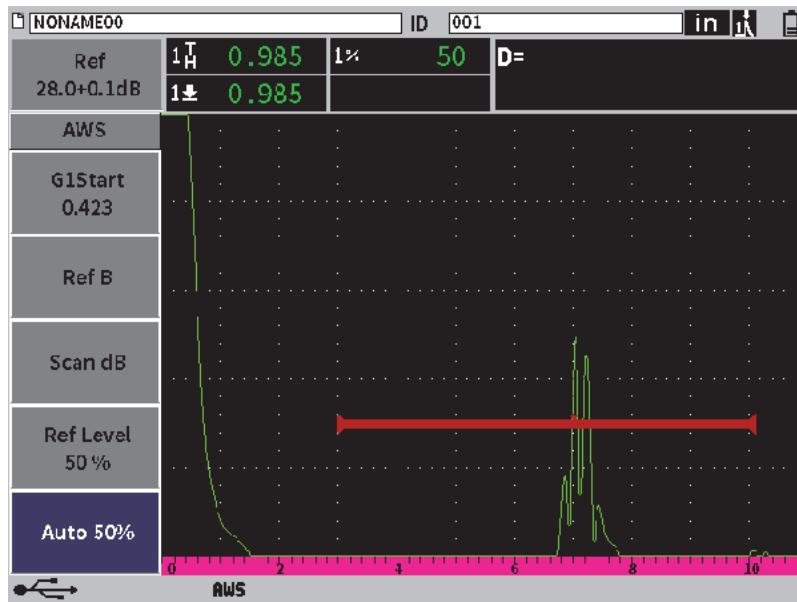

Figura 11-25 AWS attiva con una soglia di riferimento del 50%
8. Premere il tasto Tab per evidenziare **Auto. XX%** (valore predefinito corrispondente a 50%) ed in seguito premere il tasto Invio (vedere Figura 11-25 a pagina 209).